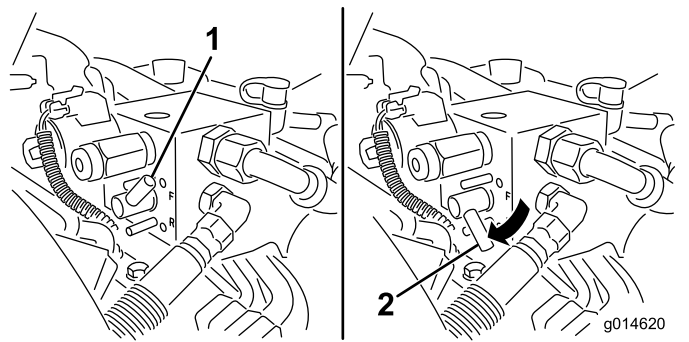

図 51
5. バックラップレバーを逆転R位置にセットする 図 51。